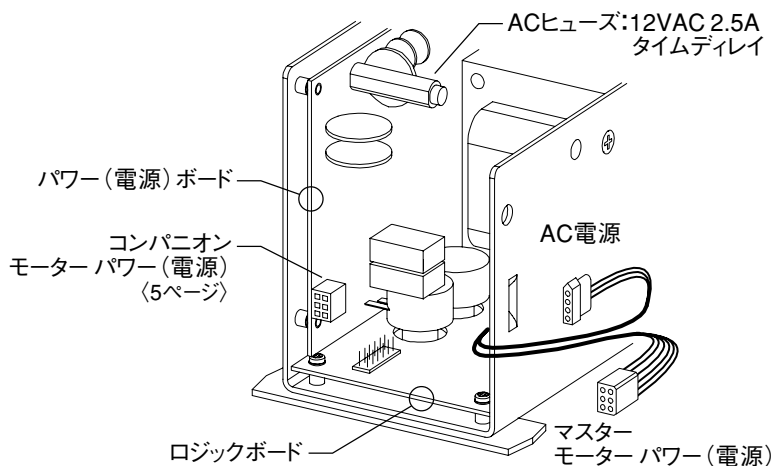

図3-2 コントロールボックスパワーボードコネクタ
- ・ 図3-2、3-3、3-4を読み、コントロールボックスの各名称と位置を確認して下さい。